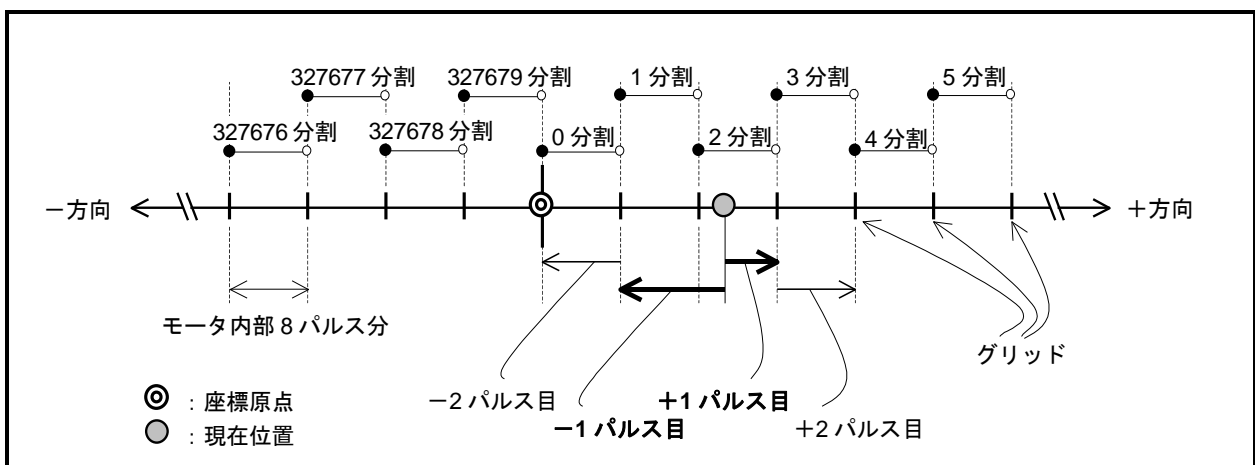

図 6-17 : パルス列入力 1 パルス目の動作
- 「図 6-17 : パルス列入力 1 パルス目の動作」は CR327 680 に設定した場合を示しています。パルス列入力 1 [パルス] あたり、モータ内部指令では 8 [パルス] の動作量となります。（2 621 440 / 327 680 = 8 [パルス]）